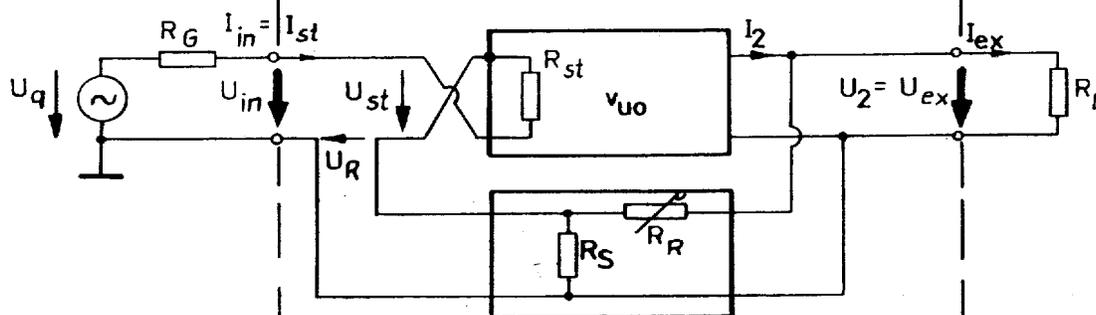

Abb. 4c: Serien - Parallel - Rückkopplung
1.4.2.2 Spannungskompensation am Eingang nach Bild 4c und 4d
1.4.3.3 Serien-Parallel-Rückkopplung nach Bild 4c